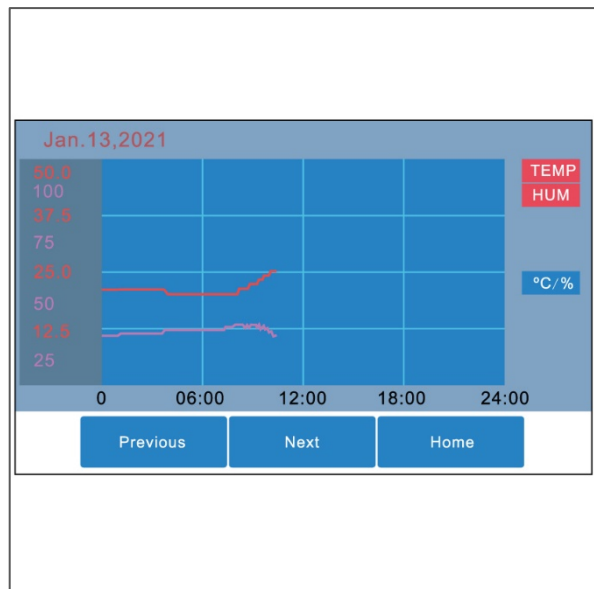

Figure 17
2. La vue d'ensemble TEMP/HUM s'affiche (Figure 17).